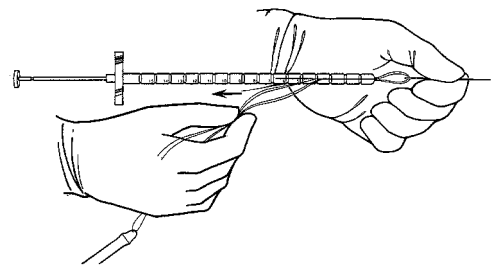

Figura 4-13. Colocación de la aguja de Keith
4. Coloque el extremo tomo de esta aguja dentro del instrumento de inserción de Furlow (**Figura 4-13**) e introduzca la sutura en la ranura del instrumento.